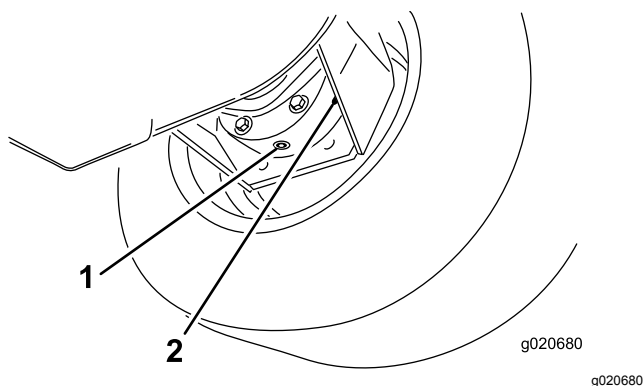

Figura 93
3. Mettete una bacinella sotto la scatola del freno, togliete il tappo di spurgo e lasciate defluire l'olio (Figura 93).